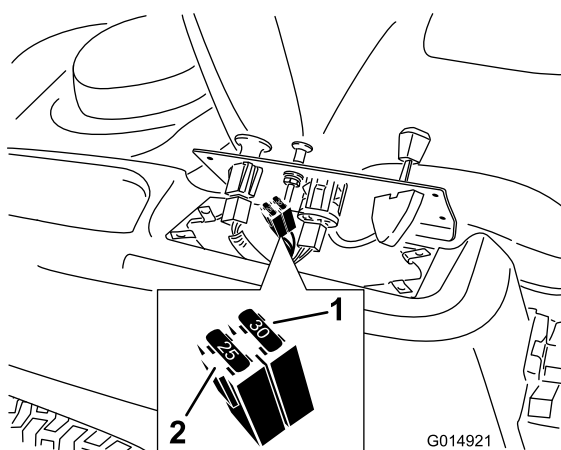

Figura 49
2. Sollevate la plancia per accedere al cablaggio principale e al portafusibili (Figura 49).
3. Per sostituire un fusibile, tiratelo (Figura 49) ed estraetelo dall'attacco.